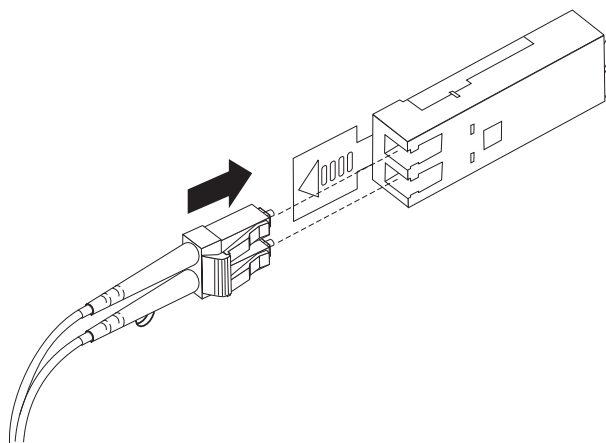

図 22. LC-LC ファイバー・チャネル・ケーブルの SFP モジュールへの挿入
4. 保護キャップを外した LC-LC ケーブルの端を、EXP395 に取り付けられた SFP モジュールに慎重に挿入します。ケーブル・コネクタは、SFP モジュールに正しく挿入できるようにキー溝が付いています。図 22 に示すように、コネクタを持ったまま、所定の位置でクリック音がするまでケーブルを押し込みます。